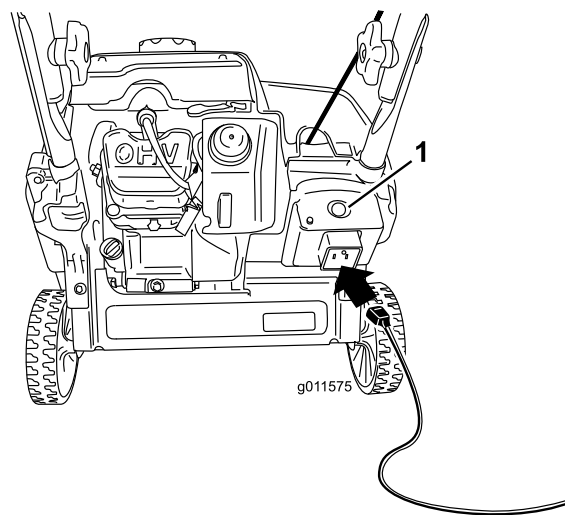
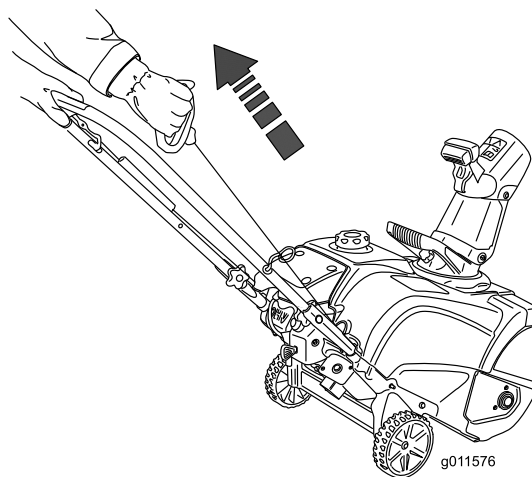

Figure 18
Figure 19
4. Raccordez la rallonge au secteur et à la machine, puis appuyez sur le bouton du démarreur électrique (Figure 18) ou tirez la poignée du lanceur (Figure 19).